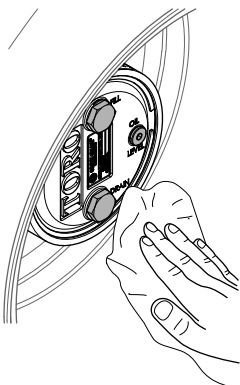

Figura 77
3. Limpie los alojamientos del freno y de los engranajes planetarios (Figura 77).